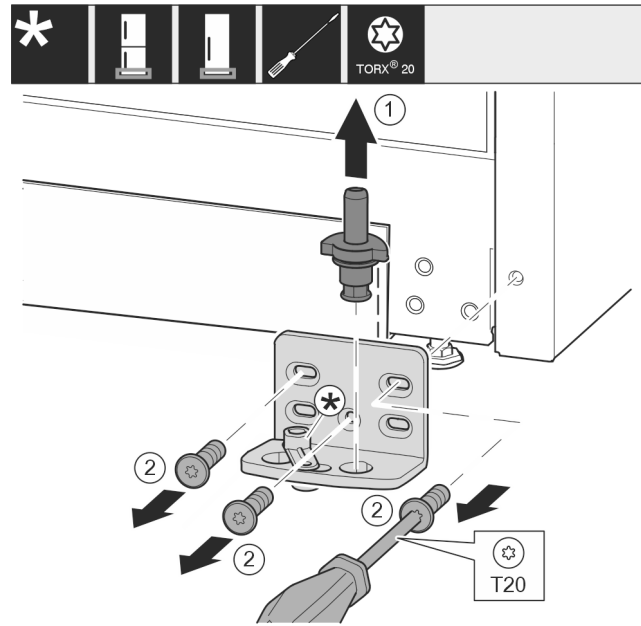

Fig. 17 \*
- Retirer entièrement l'axe de palier Fig. 17 (1) par le haut.\*
- Desserrer les vis Fig. 17 (2) avec un tournevis et retirer le support de palier.\*